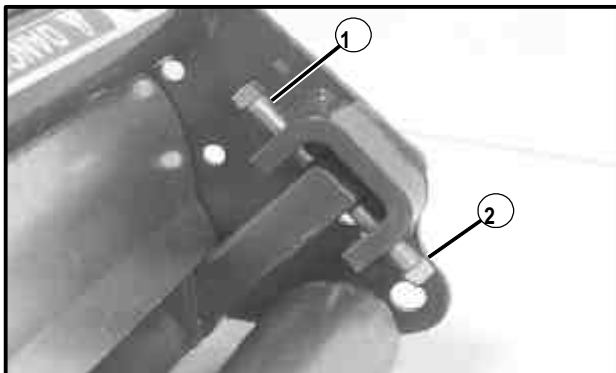

Abbildung 14
1. Lockern Sie die **unteren** Stellschrauben an jedem Ende, indem Sie diese ca. ¼ Umdrehung entgegen dem Uhrzeigersinn drehen (Siehe Abbildung 14).